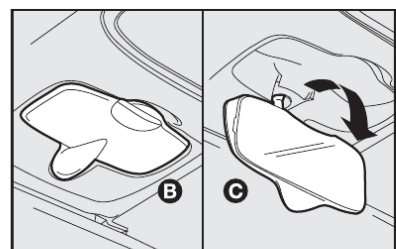

fig. 18
**ESPELHO DE VIGILÂNCIA - fig. 18**